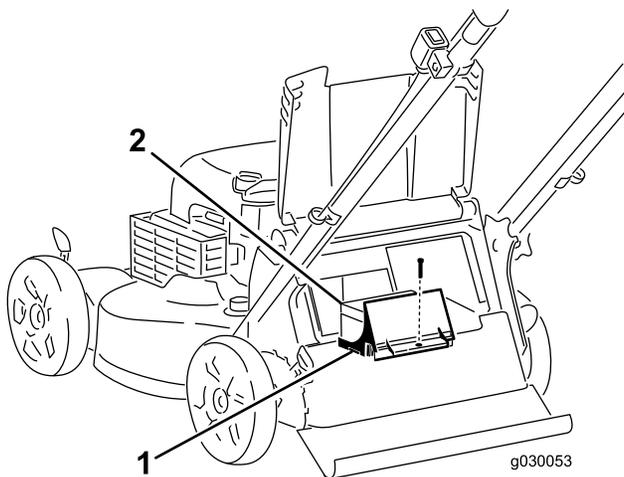

Figure 28
**Remarque:** La machine est livrée avec un fusible de rechange situé dans le boîtier du chargeur de batterie (Figure 28).